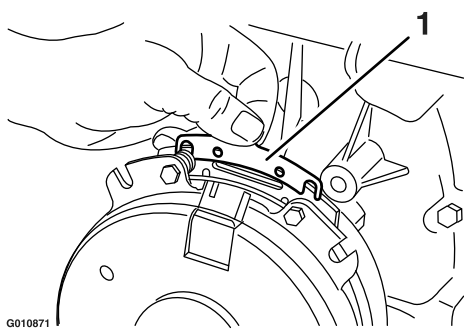

**Рисунок 78**
- A. Ослабьте оба монтажных болта тормоза на 1/2–1 полный оборот, как показано на Рисунок 78.